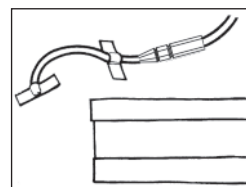

Fig.4
- Fissare il tubo di drenaggio lontano dalla ferita con un punto di sutura o un cerotto (Fig. 4).
2. Fasten the drainage tube at a fair distance from the wound with a single suture or adhesive tape (Fig. 4).